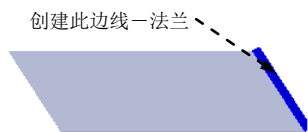
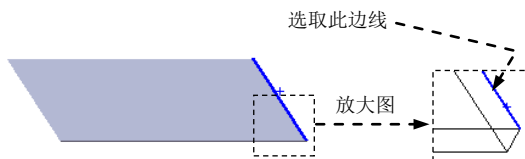

图 17.8.23 创建边线—法兰 1
图 17.8.24 定义特征的边线
Step2. 创建图 17.8.23 所示的钣金特征——边线—法兰 1。
(1) 选择命令。选择下拉菜单 **插入(I)** → **钣金(B)** → **边线法兰(E)...** 命令，系统弹出“边线法兰”对话框。
(2) 定义特征的边线。选取图 17.8.24 所示的模型边线为生成的边线法兰的边线。
(3) 定义法兰参数。在 **角度(G)** 区域中的  文本框中输入角度值 90.0。在 **法兰长度(L)** 区域的下拉列表中选择 **给定深度** 选项，输入深度值 15.0。在此区域中单击“内部虚拟交点”按钮 。在 **法兰位置(N)** 区域中单击“材料在内”按钮 。
(4) 单击  按钮，完成边线—法兰 1 的初步创建。